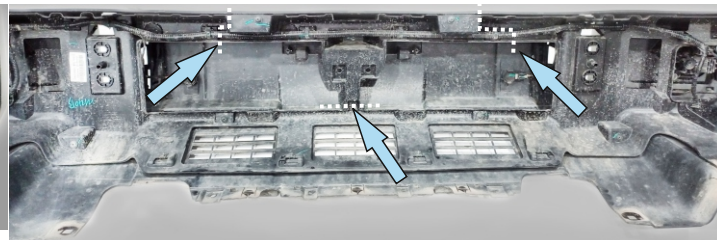

Рис. 17
17. Разрезать внутреннюю часть бампера по линии указанной на Рис. 17.